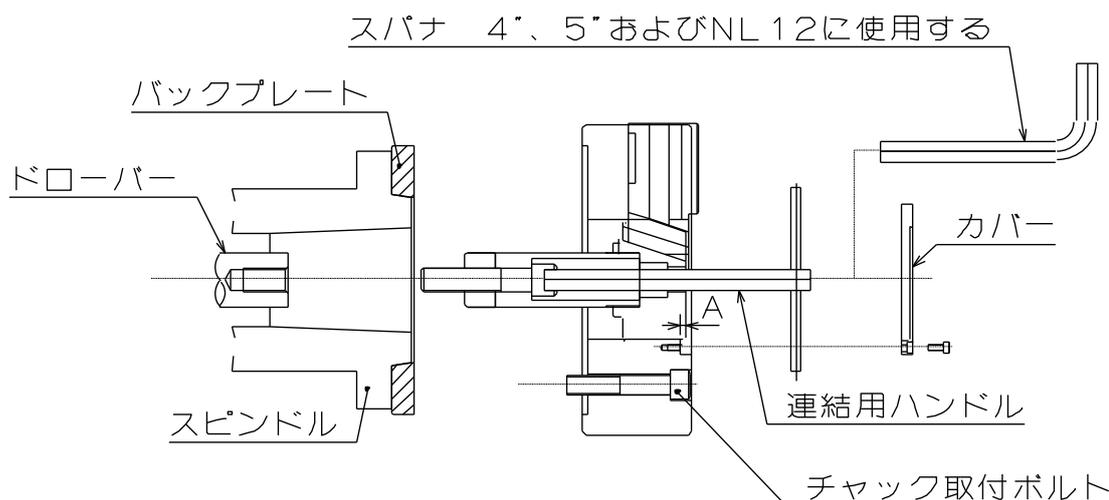

図 30
- ・ シリンダ前進端でのウェッジプランジャの適正位置は、図 30 の寸法 A が下表となる位置です。